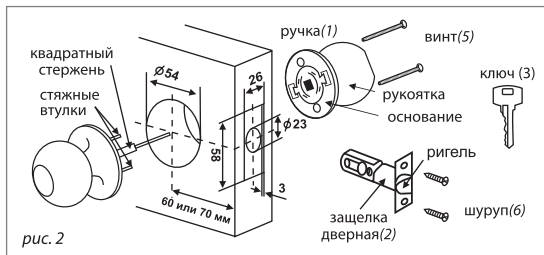
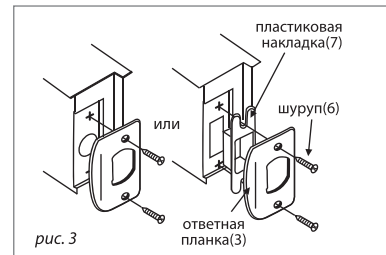

рис. 2
рис. 3
3. КОМПЛЕКТНОСТЬ (рис. 2), (рис. 3)
- 4.1. **Разметка двери.** Разметьте дверное полотно (рис. 2). Расстояние от торца двери до центра квадрата защелки дверной (2) в стандартных межкомнатных дверях — 60 мм, в стандартных входных дверях — 70 мм. Рекомендуемое расстояние от пола 1070 мм;